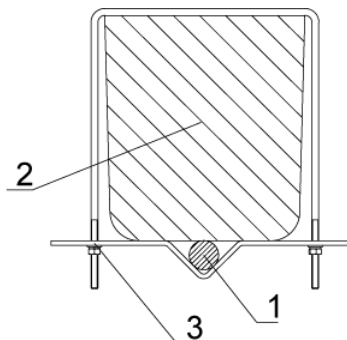

Рис. 9 – Крепление КС к опоре
6. Закрепить КС (поз. 1 рис. 9) на опоре (поз. 2) хомутами (поз. 3) с шагом по высоте не более 1 м.